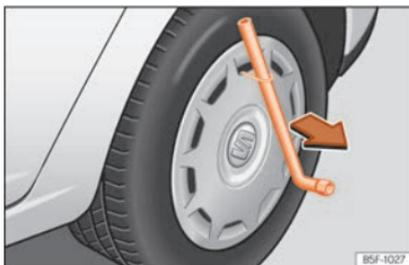

Fig. 67 Desmontar o tampão integral.
- Introduza a chave das rodas no gancho metálico » » » **Fig. 67** e puxe o tampão no sentido indicado pela seta.